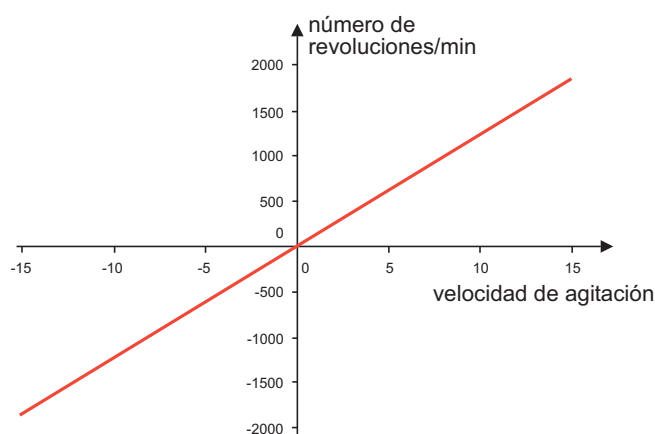

Fig. 28: Ajuste de la velocidad de agitación y del número de revoluciones
- **Velocidad agitación** (d): usted puede probar manualmente la velocidad de agitación óptima (véase *cap. 3.24.3*). El signo que precede al valor de velocidad modifica el sentido de agitación. El ajuste por defecto **8** corresponde a 1000 rpm (véase *Fig. 28*).